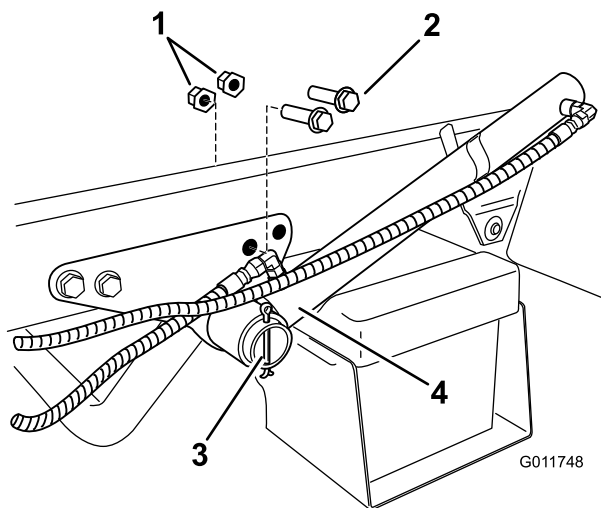

Figura 7
- 1. Localice y retire los 2 pernos y tuercas con arandela prensada traseros del soporte del cilindro de elevación (Figura 7).